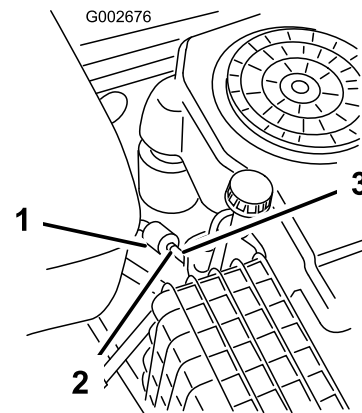

Figure 29
5. Desserrez le collier de serrage au niveau du filtre à carburant et éloignez-le du filtre en le poussant le long de la conduite d'alimentation (Figure 29).
6. Débranchez la conduite d'alimentation du filtre (Figure 29).
8. Raccordez la conduite d'alimentation au filtre. Rapprochez le collier de serrage du filtre pour fixer la conduite d'alimentation (Figure 29).
4. Pincez les extrémités des colliers et faites glisser ceux-ci pour les éloigner du filtre (Figure 29).
6. Posez un filtre neuf et rapprochez les colliers de fixation du filtre (Figure 29).